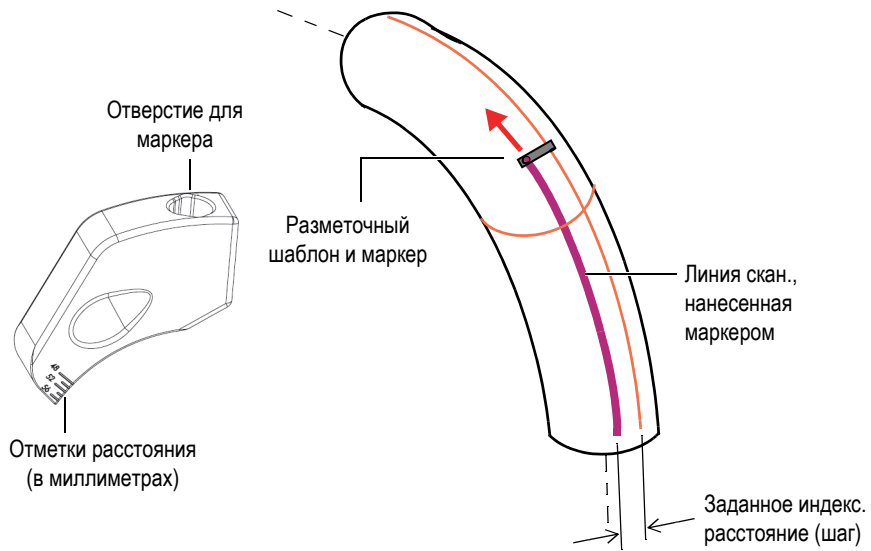

Рис. 3-6 Нанесение линий сканирования на колене трубы
4. Вставьте маркер (карандаш) в отверстие разметочного шаблона. Опираясь на маркировку шаблона в качестве направляющей, нанесите следующую линию на заданном расстоянии от первой линии сканирования (см. Рис. 3-6 на стр. 35). Нанесите таким образом остальные линии сканирования по всей окружности объекта.